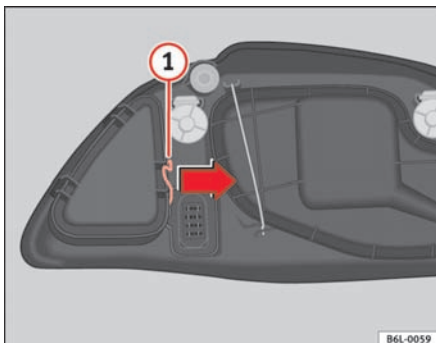

Fig. 146 Positionlys
- Fjern bøjlerne **1** ⇒ fig. 146 i pilens retning, og tag afdækningen af.